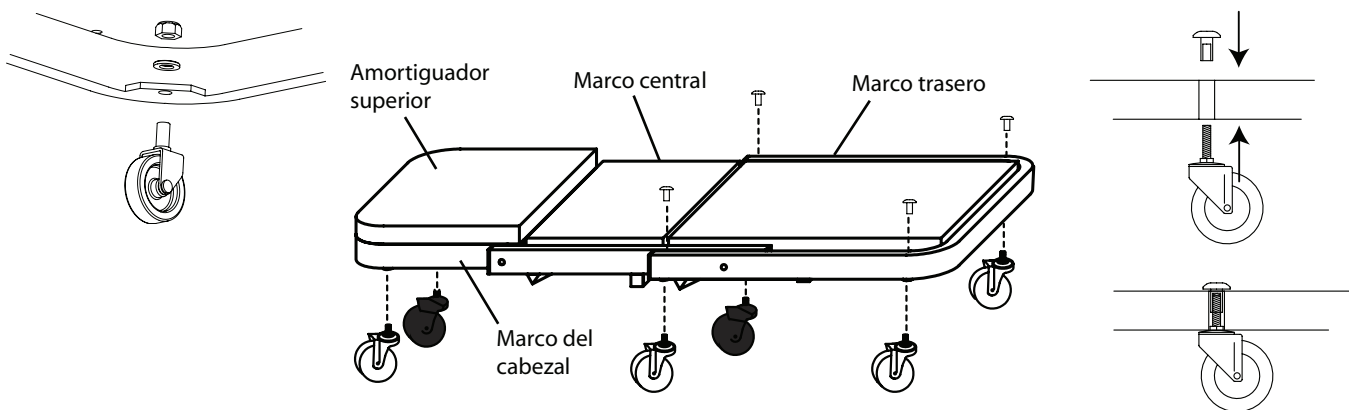

Figura 1: componentes del modelo 91000
Antes de ensamblar su plataforma rodante plegable, asegúrese de que todas las piezas estén presentes. Compare las piezas con la lista de contenidos del paquete y la ilustración de la Figura 1. Si hay alguna pieza faltante o dañada, no intente ensamblar, instalar ni utilizar el producto. Comuníquese con el Servicio de atención al cliente de Omega para obtener las piezas de repuesto.
### INSTRUCCIONES PARA EL ENSAMBLAJE (consulte la Figura 1)
1. Despliegue cuidadosamente la plataforma rodante hasta que quede plana, tal como se observa en la Figura 1.